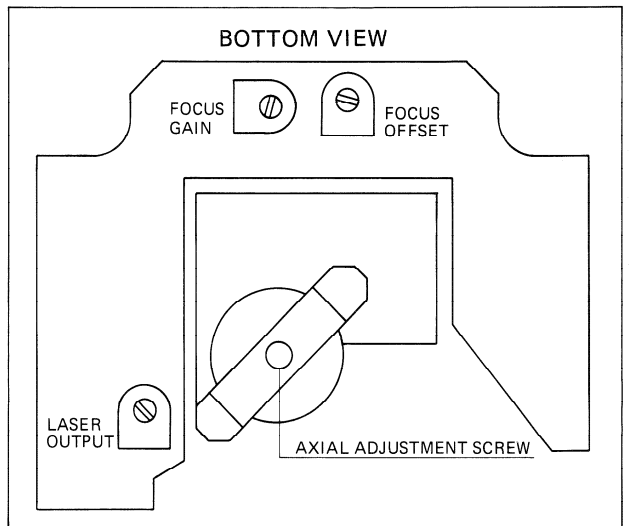

Fig. 4.16
- Mit Trimpotentiometer LASER OUTPUT (auf Laufwerk 1.769.100.36, Fig. 4.16) die Spannung an R63 auf  $565mV \pm 75mV$  einstellen.
- Adjust the voltage on R63 to  $565mV \pm 75mV$  with the aid of trimmer potentiometer LASER OUTPUT (on player mechanism 1.769.100.36, Fig. 4.16).